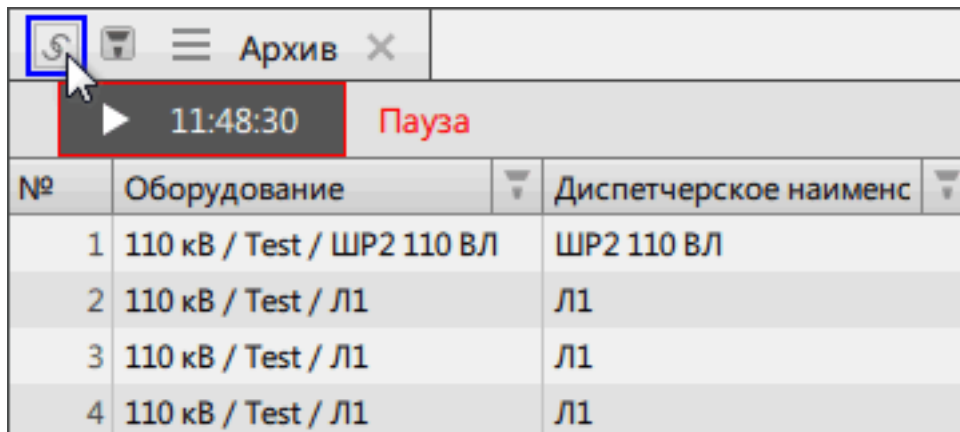

Рисунок 15 - Кнопка связывания
2. Нажмите на кнопку связывания в левом верхнем углу (Рисунок 15).